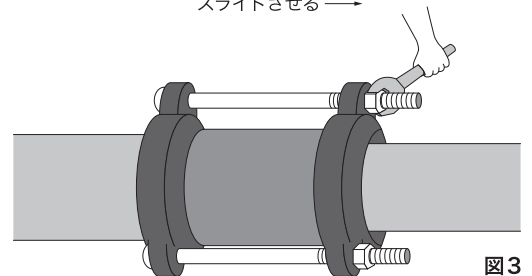

図3
7. 全てのナットを均等に、トルクレンチで締めます(図3)。